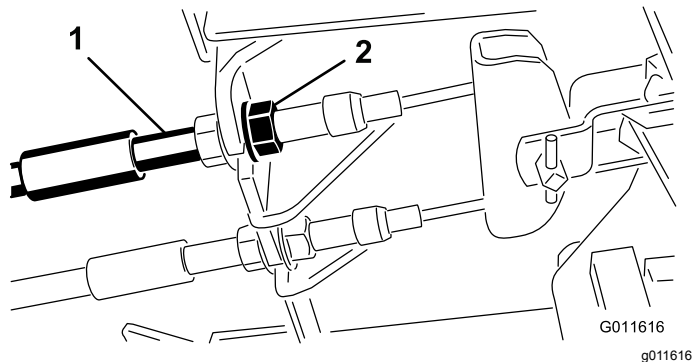

图46
1. 要缩短刹车踏板的自由行程可以通过松开刹车拉线螺纹端的前螺母紧固刹车图46。